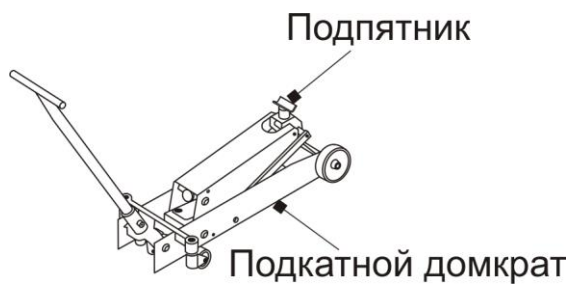

Рисунок 10
8.6. У подкатного домкрата подпятник заменить на подпятник из комплекта стенда (Рисунок 10).